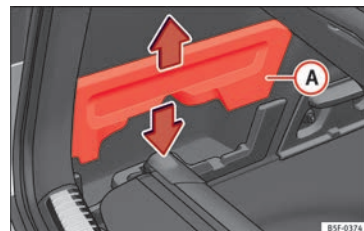

Abb. 164 Im Gepäckraum: Aufnahme zum Verstauen der Gepäckraumabdeckung.
- Entfernen Sie die Abdeckungen » **Abb. 164** **A** links und rechts.